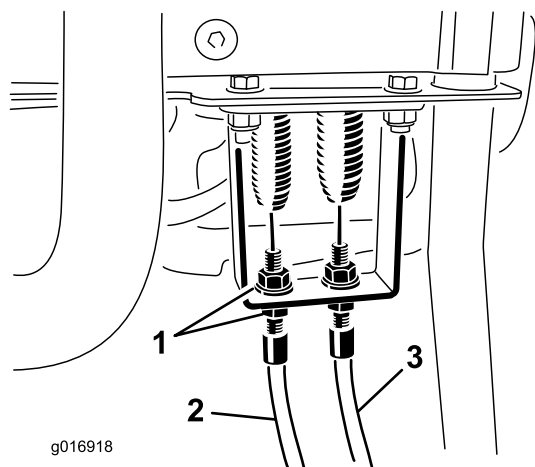
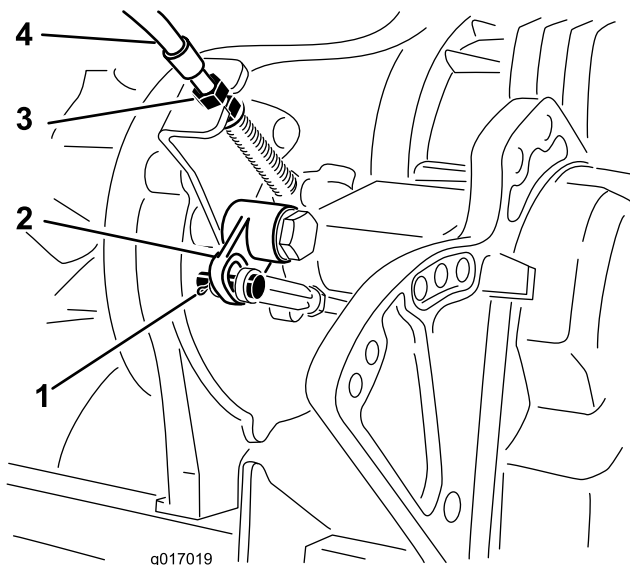

Bild 45
Bild 46
2. Prüfen Sie, ob das Fahrtriebskabel an der Verlängerungsfeder Spiel hat (Bild 45). Stellen Sie die Klemmmuttern am Schott (Bild 46) ein, um das Spiel vom Kabel ohne Verlängern der Feder zu entfernen.
4. Entfernen Sie den Splint und Lastösenbolzen, mit denen der Bolzen der Kipphebelstange am Kipphebelgriff befestigt ist. Nehmen Sie den Bolzen vom Kipphebelgriff ab (Bild 46).
7. Stellen Sie die Kabelklemmmutter am Getriebeschott (Bild 46) ein, um den Abstand zum Kipphebel zu verkürzen und die vorherige Änderung zu ermöglichen.
8. Stellen Sie das Kabel am Armaturen Brettschott ein und stellen Sie die Klemmmuttern ein, um das Spiel ohne Verlängern der Feder zu entfernen (Bild 45).
3. Lösen Sie den Spindelbowdenzug am Griffschott, bis das Kabel Spiel hat (Bild 45).